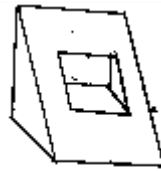

Рис. 2.2 Объемное изображение детали
2. дать изображение детали в объеме (аксонометрии или димметрии) (рис. 2.2);